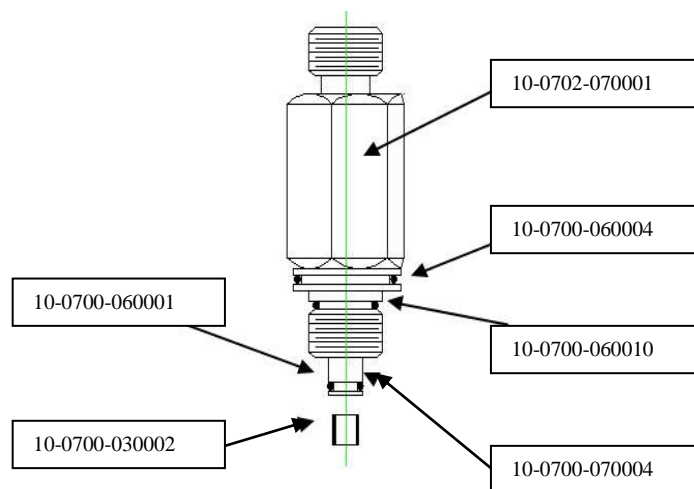

Figure 14
5.0 AUXILIARY OUTLET DISASSEMBLY/ REASSEMBLY-RIGHT SIDE, FRONT OF 30L LOW FLOW BLENDER (FIGURE 14)